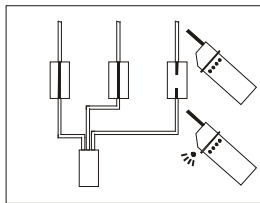

Рисунок 3
6.5 При определении исправности плавких вставок (Рисунок 3) включите диапазон «1» или «2» и прикоснитесь антенной к исследуемой цепи на входе и выходе плавкой вставки. При неисправной плавкой вставке сигнализатор прекращает подавать сигнал.